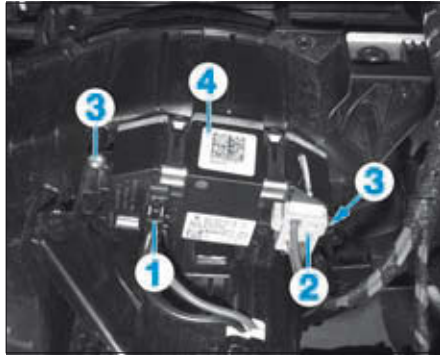

FIG. 31
- Débrancher les connecteurs (1) et (2) (Fig.31).
- les vis (3),
- le calculateur (4) de motoventilateur d'habitacle.